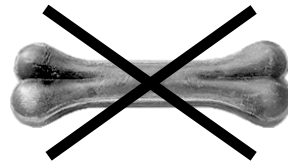

Abb. 23
- Diese Maschine ist zum Schneiden von nicht gefrorenen, knochenfreien Fleisch- und Wurstwaren entworfen worden (Abb.23). Jeder andere Gebrauch, einschließlich Gemüseschnitt, gilt als unzumutbar und ist gefährlich.